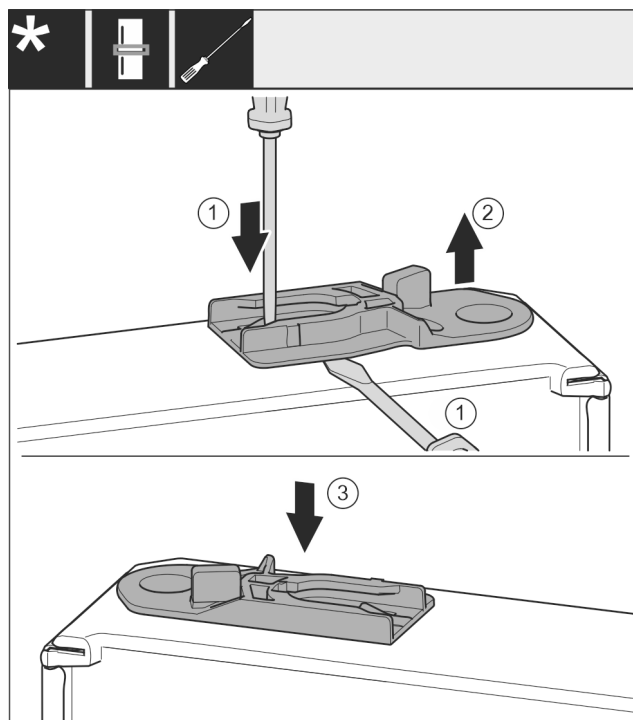

Fig. 53 \*
- Estrarre la boccola di guida: Premere la linguetta Fig. 53 (1) con un cacciavite a intaglio e allo stesso tempo spostare in basso la boccola di guida Fig. 53 (2) con il cacciavite a intaglio.\*
- Inserire la boccola di guida Fig. 53 (3) inclusa nella fornitura sull'altro lato dell'alloggiamento.\*